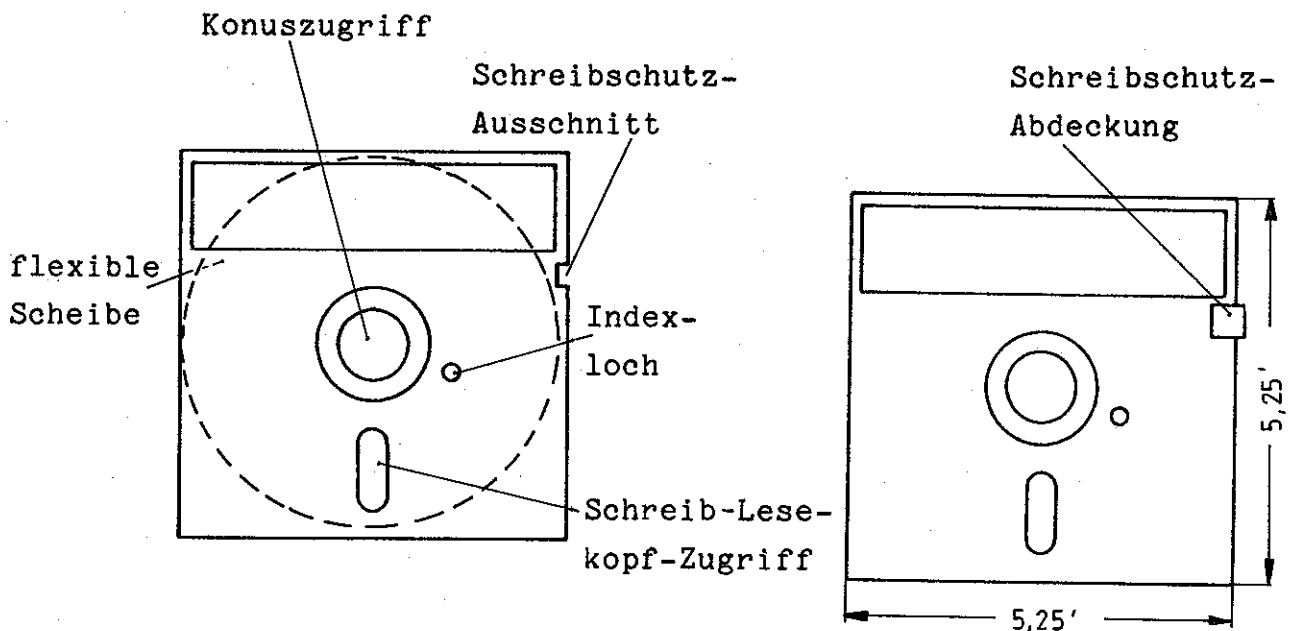

Bild 3. Bestandteile und Maße der Diskette
Es ist zu beachten, daß nur 40-spurige Disketten mit langem Schreib-/Lesekopf-Zugriff (Bild 3) verwendet werden.
- Diskettenhülle oder Medium nicht mit Bleistift oder Kugelschreiber beschriften. Nur Filzschreiber auf dem Beschriftungsfeld (siehe Bild 3) verwenden.
3.4.2.3 Datensignale (Bild 3)